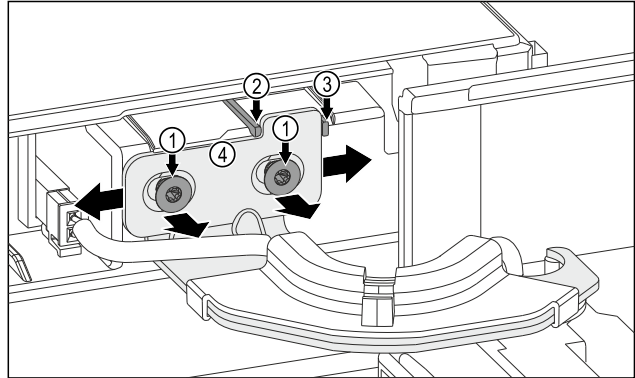

Fig. 12
- ▶ Allentare le due viti Fig. 12 (1).
- ▶ Spostare la porta verso destra: Rimuovere il nodo di sicurezza Fig. 12 (3).
- ▶ Spostare la porta verso sinistra: Rimuovere il nodo di sicurezza Fig. 12 (2).
- ▶ La posizione finale della porta è raggiunta: Stringere le due viti Fig. 12 (1).